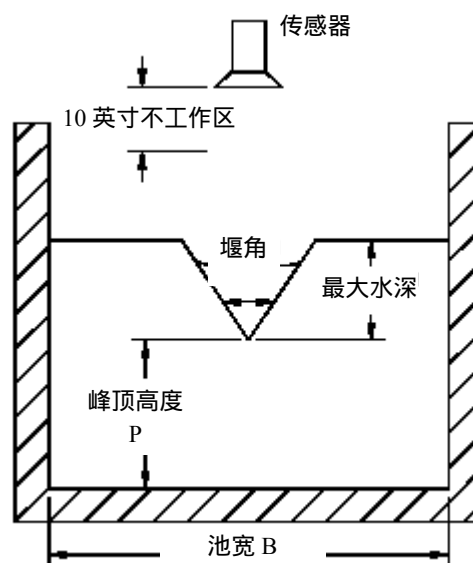
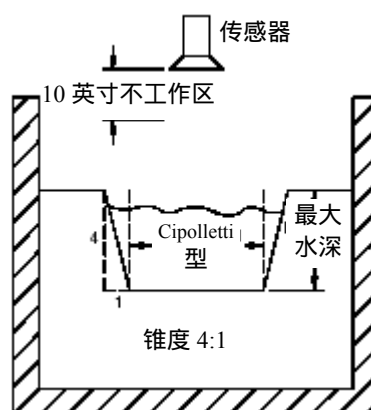
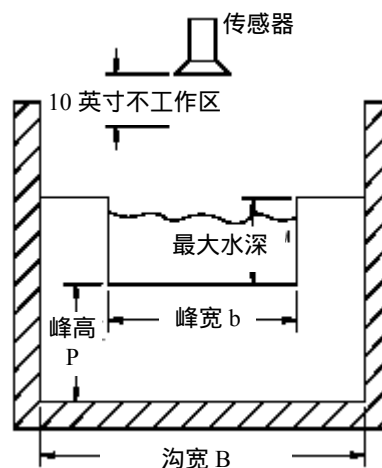

图3-2 V-型堰尺寸设计
图3-3 Cipolletti 堰设计尺寸
图3-4 矩形堰（底部收缩）尺寸设计
**注意：**记入的对于所有标尺结构的最大水深，是指如图 3-2、图 3-3、图 3-4 或图 3-5 所示的峰顶高度。不要输入全部高度。
V 型堰 (见图 3-2)
### Cipolletti 堰 ( 参见图 3-3 )
### 矩形堰 ( 见图 3-4 或图 3-5 )
最后，输入一个标尺结构的 MAXIMUM DEPTH（最大水深）值以完成设置。这是峰顶高度的测量值，正如图 3-2，图 3-3，图 3-4，和图 3-5 所示。不要输入全部的水深值。